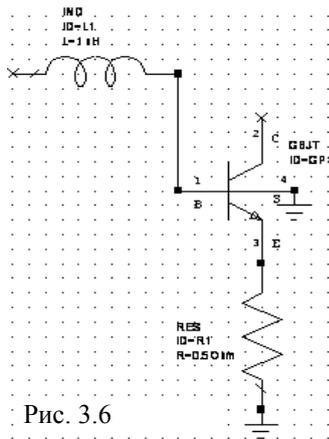

Рис. 3.6
4. Дважды щёлкните левой кнопкой мышки по группе **Lumped Element** (Сосредоточенные элементы), чтобы развернуть её. Щёлкните левой кнопкой мышки по подгруппе **Inductor** (Индуктивности) в группе **Lumped Element**. Доступные модели катушек индуктивности будут отображены в нижней части левого окна. Нажмите левой кнопкой мышки на модель **IND** и, не отпуская кнопки мышки, перетащите её в окно схемы, отпустите кнопку мышки, позиционируйте элемент выше и левее транзистора **GBJT**, как показано на рис. 3.6, и щёлкните левой кнопкой мышки, чтобы зафиксировать элемент.
7. Щёлкните левой кнопкой мышки по подгруппе **Resistor** в группе **Lumped Element**. Доступные модели резисторов будут отображены в нижней части левого окна. Нажмите левой кнопкой мышки на модель **RES** и, не отпуская кнопки мышки, перетащите её в окно схемы, отпустите кнопку мышки, щёлкните правой кнопкой мышки, чтобы повернуть элемент, позиционируйте его на узле **3** транзистора **GBJT**, как показано на рис. 3.6, и щёлкните левой кнопкой мышки, чтобы зафиксировать элемент.
9. Щёлкните левой кнопкой мышки по значку **Ground** на панели инструментов, двигайте курсор в окно схемы, позиционируйте землю к нижнему узлу резистора **RES**, как показано на рис. 3.6, и щёлкните левой кнопкой мышки, чтобы зафиксировать землю.
10. Повторите п.9 и подключите землю к узлу **4** транзистора **GBJT**, как показано на рис. 3.6.